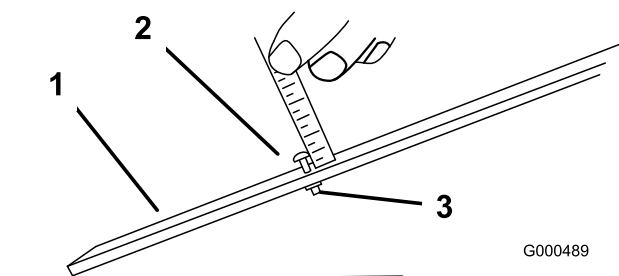

Figura 16
2. Allentate il dado sulla barra di riferimento e regolate la vite di regolazione secondo l'altezza di taglio desiderata (Figura 16). La distanza tra l'estremità inferiore della testa della vite e la parte frontale della barra corrisponde all'altezza di taglio.